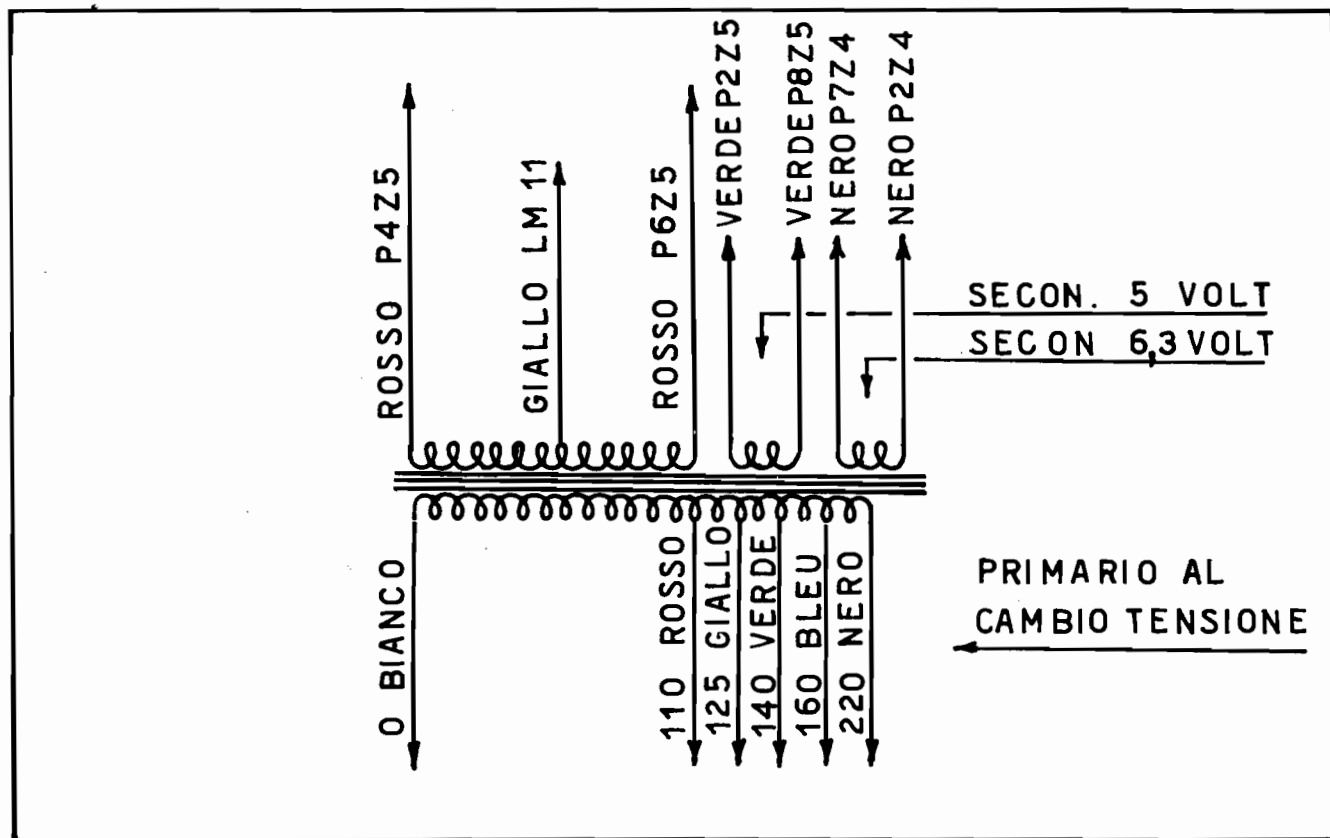

Fig. 3
- TRASFORMATORE DI ALIMENTAZIONE - (fig.3)